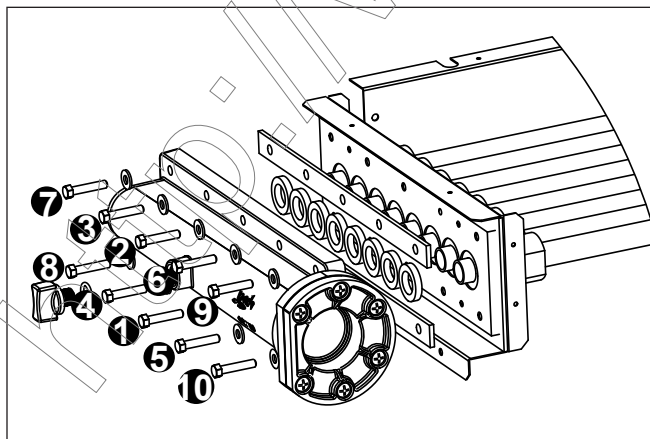

Figura 14. Secuencia para apretar las tuercas del cabezal
16. Use una llave dinamométrica para apretar los pernos en cada cabezal a razón de cuatro (4) pies-libras. Los pernos deben ser apretados de acuerdo con la secuencia indicada en la Figura 14.